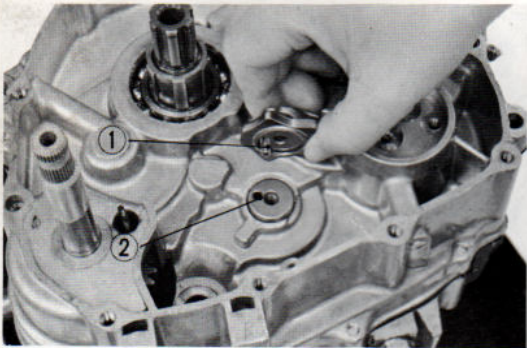

Fig. 74 Mise en place du téton
- 1) Remonter la came de façon à ce que le téton de positionnement soit en place dans le trou correspondant du barillet. (Fig. 74)